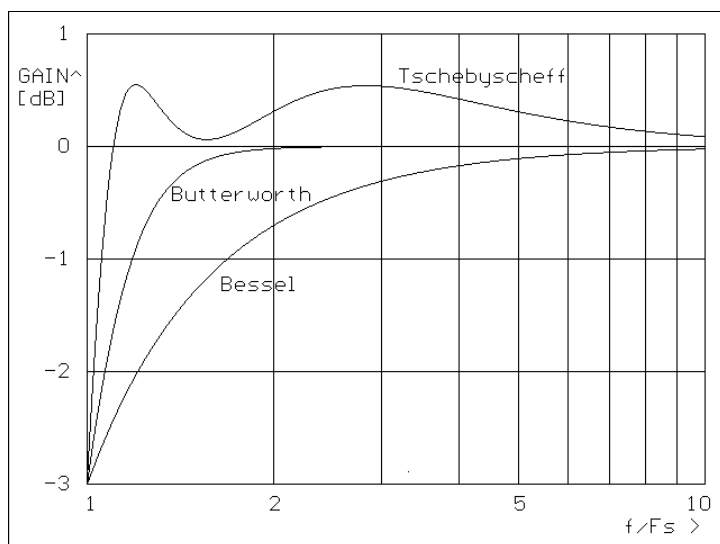

Abb. 9 - Amplitudengang Durchlassbereich
1. Man setzt im Durchlassbereich einen in der Anwendung tolerierbaren Amplitudenfehler fest und liest die zugehörige normierte Frequenz in Abbildung 9 von der x-Achse ab.